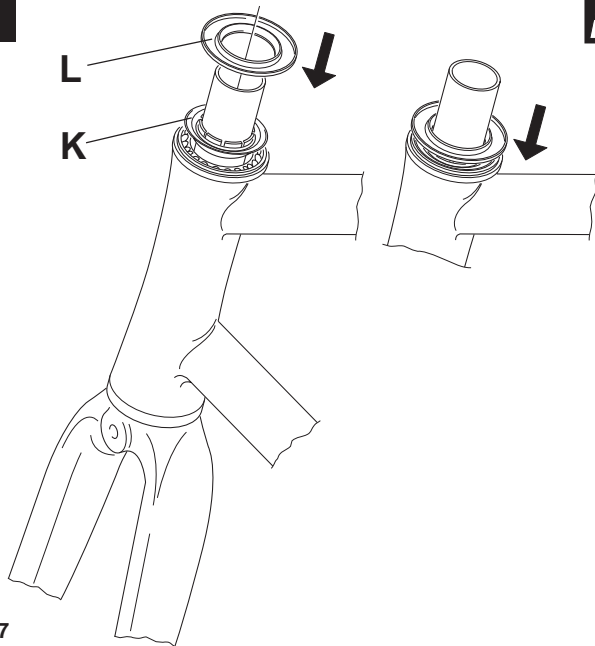

Fig. 7
I • Per posizionare il cono superiore prendete il coperchio del cono superiore (L - Fig. 7), montatelo in senso contrario sul tubo forcella e spingete fino in fondo il cono superiore (K) come illustrato.
GB • Use the bearing cover (L - Fig. 7) (turned upside-down) to press the upper cone race (K) firmly down over the steerer tube as illustrated.
D • Zum Positionieren des oberen Konus den oberen Konusdeckel (L - Abb. 7) umgekehrt auf dem Gabelschaft aufsetzen und den oberen Konus (K) so wie dargestellt bis ganz zum Anschlag einpressen.
F • Pour positionner le cône supérieur, prendre le couvercle du cône supérieur (L - Fig. 7) et le monter dans le sens contraire sur le pivot de la fourche. Comme le montre la figure, pousser le cône supérieur (K) jusqu'au fond.
E • Para montar el cono superior, tomar la tapa del citado cono (L - Fig. 7) y colocarla en sentido contrario en el tubo de la horquilla. Apretar el cono superior (K) a fondo, tal como se indica.
NL • Gebruik de kogellager cover (L- fig. 7) (omgekeerd) om de bovenste cup goed over de vorkbuis te drukken, zoals is aangegeven.